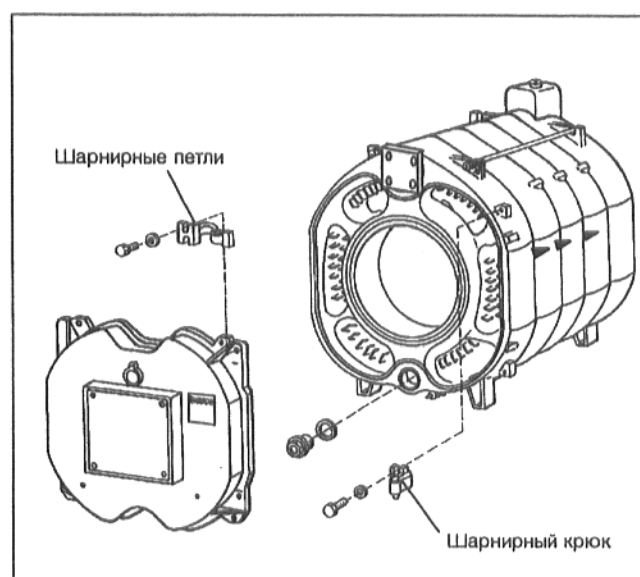

Рис. 22
- Привинтить шарнирные крюки к передней секции в соответствии с Рис. 22 (навеска справа), используя для этого по два винта М 12 х 35. Для навески слева привинтить крюки соответствующим образом с левой стороны.